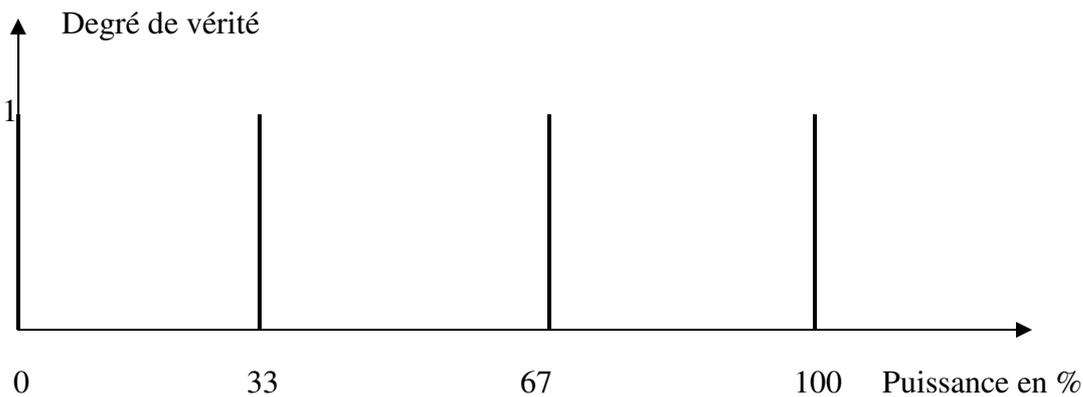

Figure 3 : Fuzzification de puissance de l'installation
On choisit 4 intervalles flous pour définir la puissance de l'installation (P) avec des fonctions d'appartenance en forme de raies donnée par la figure 3 dont les prédicats sont ( Nulle (Nul), faible (Fai) Moyenne (Moy), Maximale (Max)).